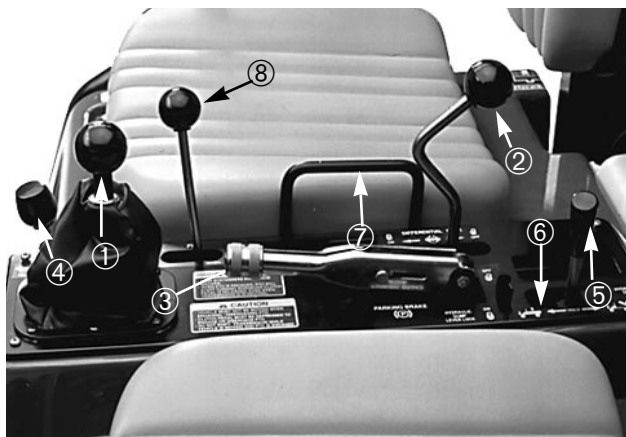

Figure 9
**Levier de changement de vitesse** (Fig. 9)—Appuyer à fond sur la pédale d'embrayage et sélec-
**Blocage du différentiel** (Fig. 9)—Permet de bloquer l'essieu arrière et d'augmenter la traction. Le blocage du différentiel peut être effectué alors que le véhicule se déplace. Déplacer le levier en avant et à droite pour enclencher le blocage.
**Frein de parking** (Fig. 9)—Serrer le frein de parking chaque fois que le moteur est coupé pour éviter tout déplacement accidentel du véhicule. Tirer sur le levier pour serrer le frein de parking et pousser le levier en avant pour desserrer le frein. S'assurer que le frein de parking est desserré avant de déplacer le véhicule. Si celui-ci est garé sur une pente à fort pourcentage, s'assurer que le frein de parking est
**Relevage hydraulique** (Fig. 9)—Relève et abaisse le plateau. Déplacer en arrière pour relever, en avant pour abaisser.
**Relevage hydraulique** (Fig. 9)—Bloquent le levier de
**Poignée de maintien passager** (Fig. 9)—Située à gauche du siège passager.
**Changement de gammes haute et basse** (Fig. 9)—Ajoute trois rapports supplémentaires pour une adaptation précise de la vitesse.
**Thermomètre du liquide de refroidissement** (Fig. 9)—Indique la température du liquide de refroidissement dans le moteur. Fonctionne uniquement lorsque la clé de contact est sur ON (MARCHE).